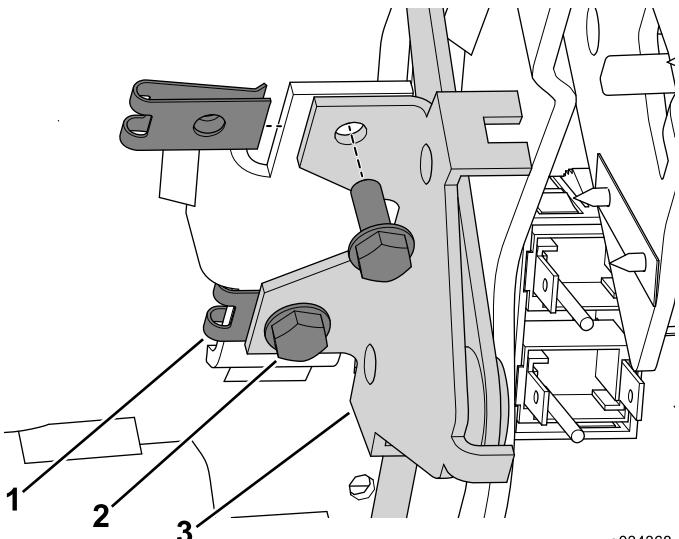

**Рисунок 18**
- Проложите новый трос воздушной заслонки по маршруту прокладки исходного троса и прикрепите его к машине кабельными стяжками (Рисунок 18).
- Подсоедините трос к органу управления воздушной заслонкой на двигателе (Рисунок 18).